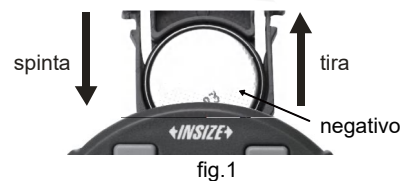

fig. 1
1. Installare e rimuovere la batteria (CR2032), il lato negativo della batteria deve essere rivolto verso l'esterno (fig. 1).